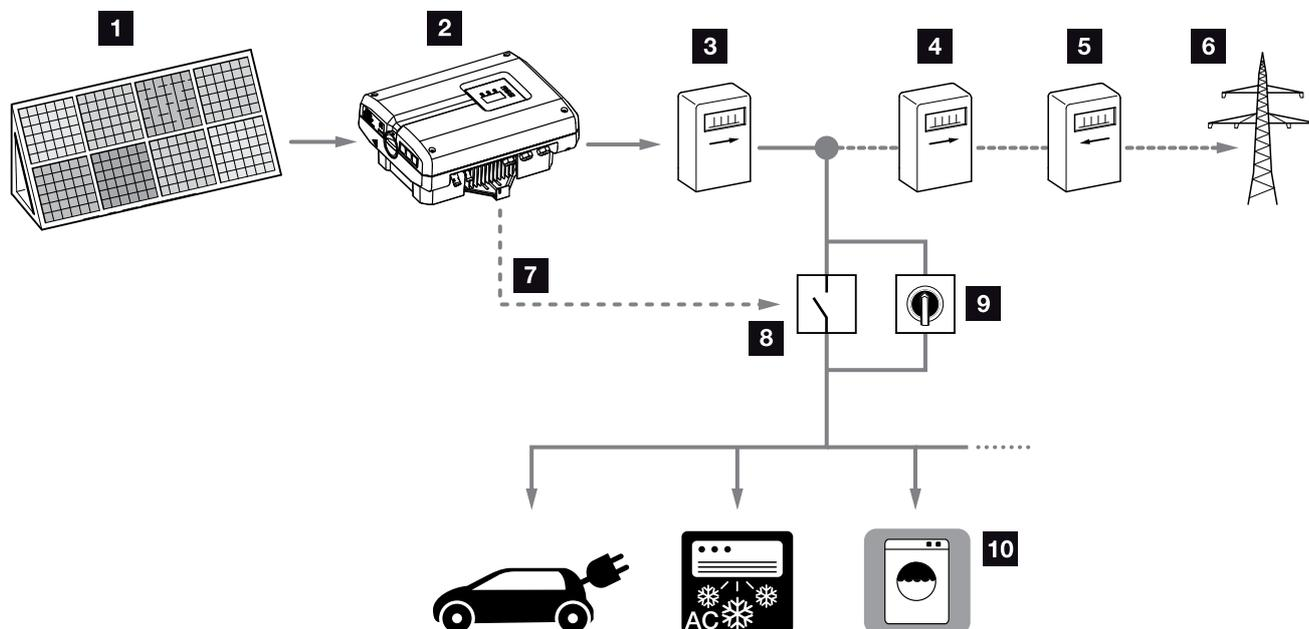

Fig. 59: Configurazione dell'autoconsumo
3. Installare correttamente gli altri componenti per l'autoconsumo e collegarli. **🔧 Fig. 59**